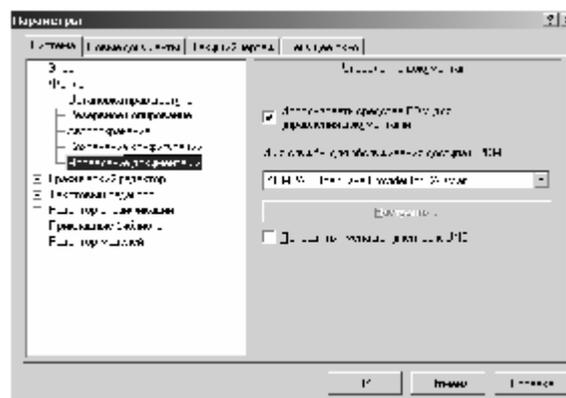

Рис. 19. Настройка параметров системы
3.19. Отметить галочку с надписью «Использовать средства PDM для управления документами», а из выпадающего списка – службу «Kompas.OpenSave Provider for CADMan» рис. 19.